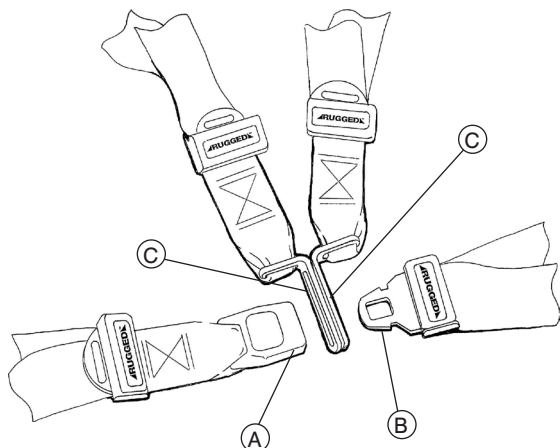

Abbildung 11 – Schließen der Haltegurte
Zum Öffnen eines Haltegurts die rote Taste (A) auf der Vorderseite des Gurtschlösses drücken. Dadurch wird der Gurtstecker (B) entriegelt und lässt sich aus dem Schloss ziehen (Abb. 11).
Zum Schließen eines Haltegurts den Gurtstecker ins Schloss schieben, bis ein Klicken zu hören ist. Beim Schließen des Brustgurts darauf achten, dass der Stecker durch beide Kopplungen (C) an den Schultergurten geschoben wird (Abb. 11).